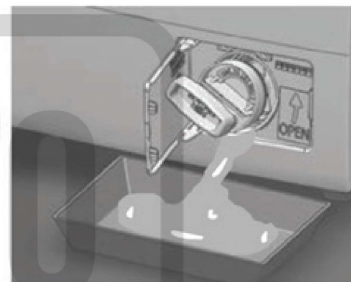

FIG. 3
- Lorsque toute l'eau contenue dans l'appareil s'est écoulée, sortez le filtre complètement en le tournant (fig. 3).